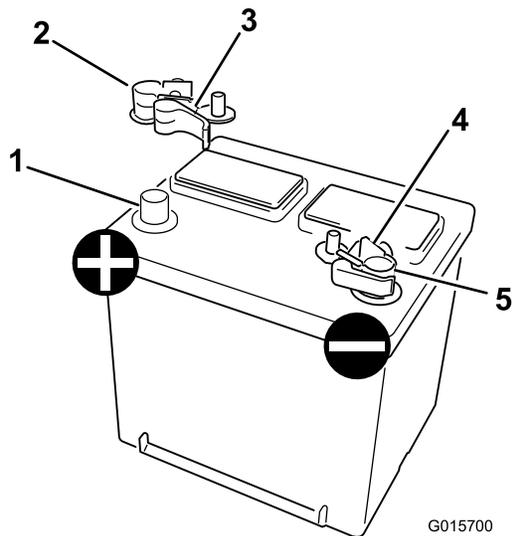

Bild 4
2. Befestigen Sie die Schnellkupplungsanschlüsse an den Batteriepolen; die Klemmarme müssen nach außen zeigen (Bild 4). Befestigen Sie den nicht geänderten Anschluss am Pluspol der Batterie. Befestigen Sie den geänderten Anschluss am Minuspol der Batterie.